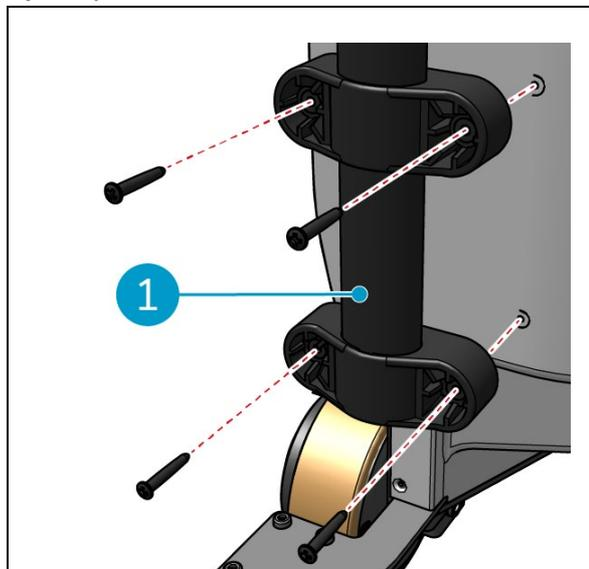

Figure 17
1. Installer les deux poignées du chariot (Figure 17, pos. 1) sur l'i-walk à l'aide d'un tournevis cruciforme.